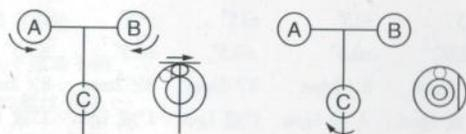

图 4
3.1.2 用三脚架粗整平仪器并与地面安放牢固，旋转脚螺丝手轮 A、B、C 使水泡居中（见图4）。